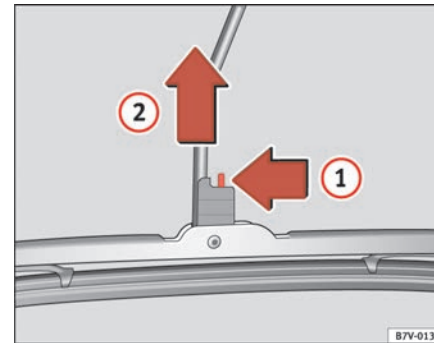

Abb. 147 Scheibenwischer hinten wechseln
- Entriegeln Sie das Wischerblatt in Pfeilrichtung \Rightarrow Abb. 147 **1** und ziehen Sie gleichzeitig das Wischerblatt etwas in Pfeilrichtung **2**.
- Schieben Sie ein neues Wischerblatt **gleicher Länge und Ausführung** etwas in Pfeilrichtung ② und hängen Sie das Wischerblatt in den Wischerarm ein.
- Ziehen Sie das Wischerblatt entgegen der Pfeilrichtung ② bis es einrastet.